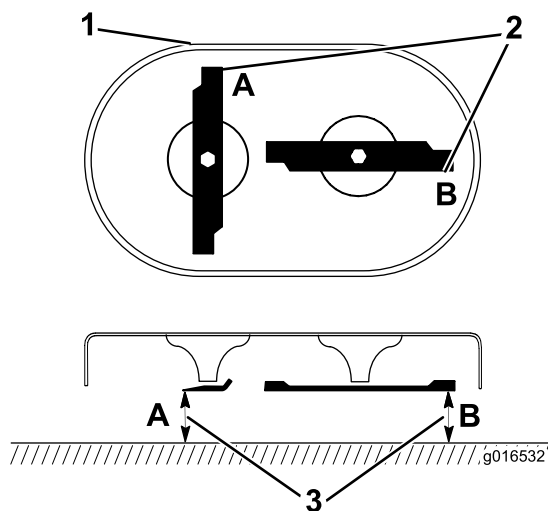

Figure 39
1. Tournez les lames à la position indiquée à la Figure 39.
2. Mesurez la distance entre une surface plane et le tranchant des lames aux points **A** et **B**, (Figure 39), et notez ces deux dimensions.
3. Tournez les lames pour faire passer les extrémités opposées aux points **A** et **B** (Figure 39).